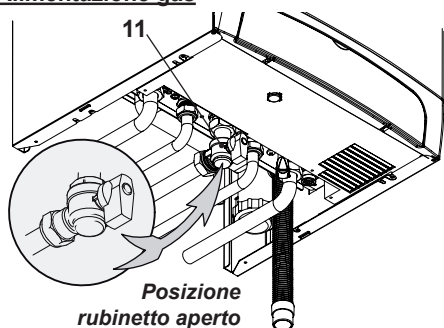

Fig. 6.1
- Aprire il rubinetto del contatore gas e quello della caldaia 11 in Fig. 6.1.